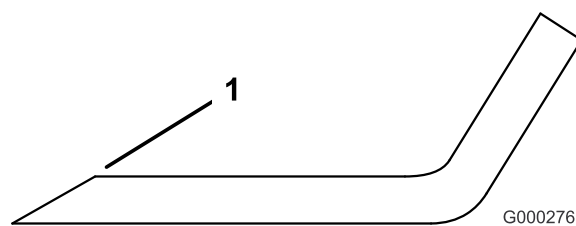

Figure 71
1. Aigüez le tranchant à chaque extrémité de la lame (Figure 71). Veillez à conserver l'angle de coupe d'origine. Limez la même quantité de métal sur chacun des deux tranchants pour ne pas déséquilibrer la lame.